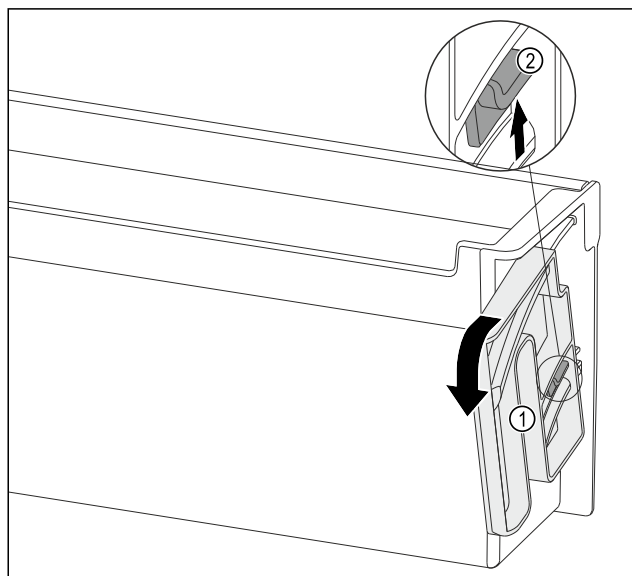

Fig. 133
- ▶ Поверните поворотный блок Fig. 133 (1) по указанном направлении до упора.
- ▶ Выжмите накладку Fig. 133 (2) вверх и осторожно извлеките поворотный блок Fig. 133 (1).